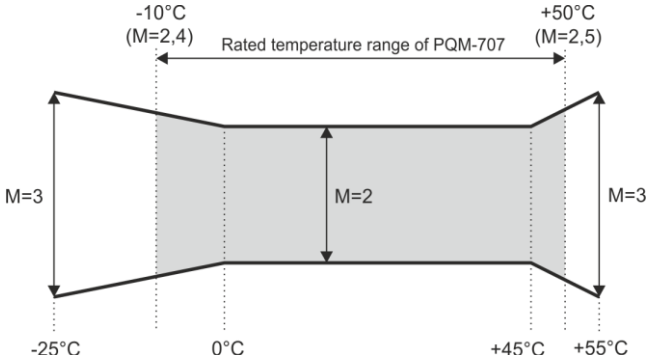

Abb. 57. Grundungenauigkeit, Faktor M als Funktion der Umgebungstemperatur (gilt nicht für die Referenzbedingungen)
Die Grundungenauigkeit aus den technischen Daten gelten nur für die Bezugsbedingungen aus (Tab. 9). Außerhalb dieser, muss ein zusätzlicher Faktor verwendet werden, siehe Abb. 57. Der Faktor (M) ist 2,0 beim Umgebungstemperaturbereich 0°C...+45°C. Über +45°C bis +55°C erhöht sich dieser linear bis zu 3,0. Unter 0°C bis -25°C erhöht sich dieser ebenfalls linear bis zu 3,0.